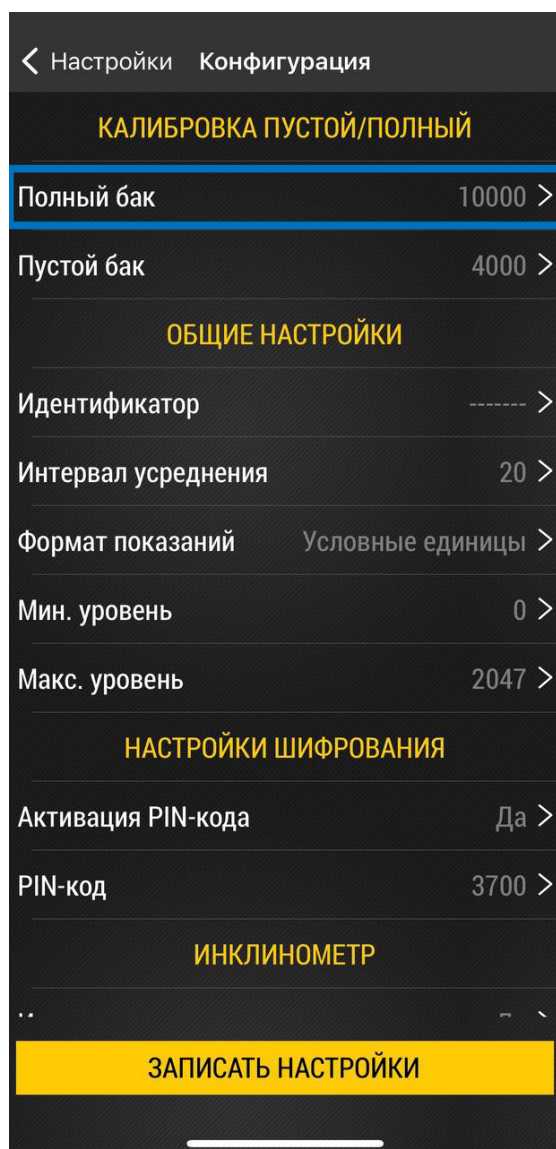

Рис.21. Меню «Конфигурация».
- Убедитесь, что датчик подключен к мобильному приложению и в меню «Конфигурация» выберите «Полный бак» (Рис.21).